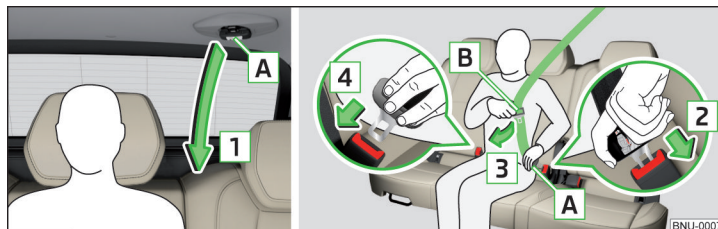

Fig. 19 Colocar/quitar el cinturón de seguridad sobre el asiento VarioFlex central
- Tirar lentamente el cinturón en la lengüeta de cierre **A** » **fig. 19** hacia abajo en el sentido de la flecha **1**.
- › Agarrar la lengüeta del cinturón **A** » fig. 19 y pulsar la tecla roja en el cierre del cinturón, la lengüeta del cinturón saldrá disparada.